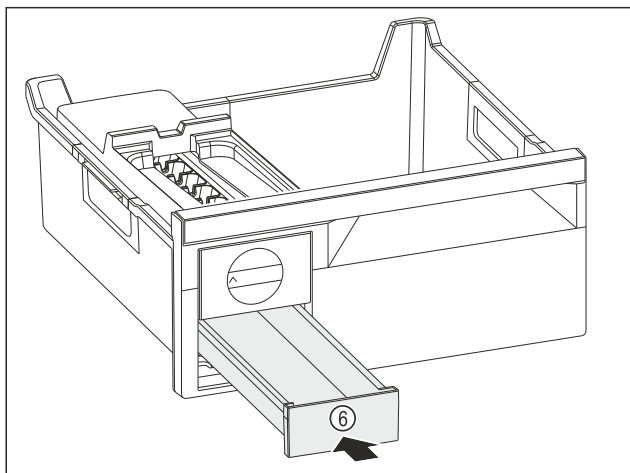

Fig. 149
- Wsunąć szufladę na kostki lodu Fig. 149 (6).